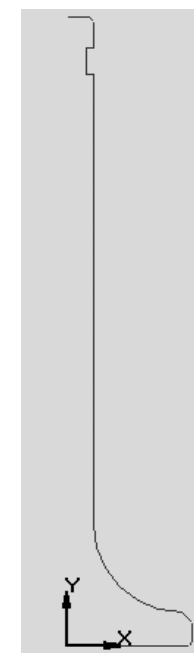

Рис. 4.8
7. Выполнение скругления.левой кнопкой мыши нажмите кнопку  (**Скругление**) и установите в окне **Радиус скругления** величину 23  . Нажмите клавишу **Enter**. Наведите курсор мыши на горизонтальную линию «грибка» клапана. При этом цвет линии изменится на красный, а в строке сообщений появится надпись **Укажите первую кривую для скругления**. Вновь нажмите левую кнопку мыши. После этого направьте курсор на вертикальную линию штока. В строке сообщений появится надпись **Укажите вторую кривую для скругления**. Нажмите левую кнопку мыши. Скругление радиусом 23 мм построено (рис. 4.8).